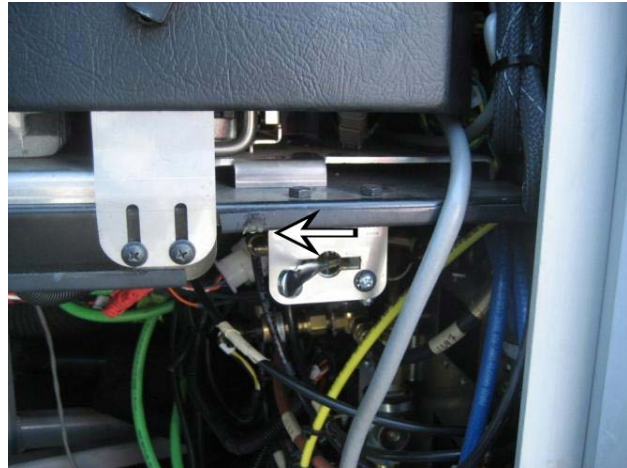

FIGURE 57: EMBLACEMENT DU LEVIER DU RÉGULATEUR POUR LES AUTOCARS DE BANLIEUE
7. Seulement sur les autocars de banlieue de la série X, le régulateur se trouve dans le compartiment de service avant. Le basculer vers l'avant tel qu'indiqué à la Figure 57.